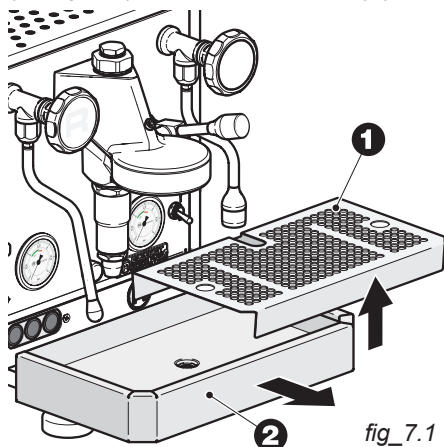

fig. 7.1
L'utente ha la possibilità di variare alcuni parametri della macchina entrando nella modalità di "programmazione" e operando attraverso il display oled e tre pulsanti di selezione. Per accedere ai pulsanti di programmazione rimuovere la griglia porta tazze (1 - fig. 7.1) e la relativa bacinella (2).